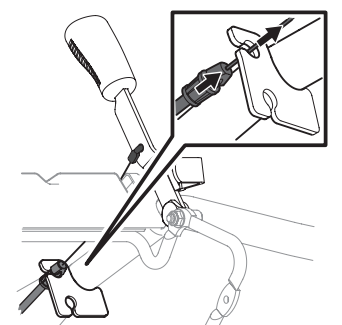

Figura 6
3. Encaje la lengüeta del cable en su lugar en el orificio superior del soporte del cable de la manija. Consulte la Figura 6.